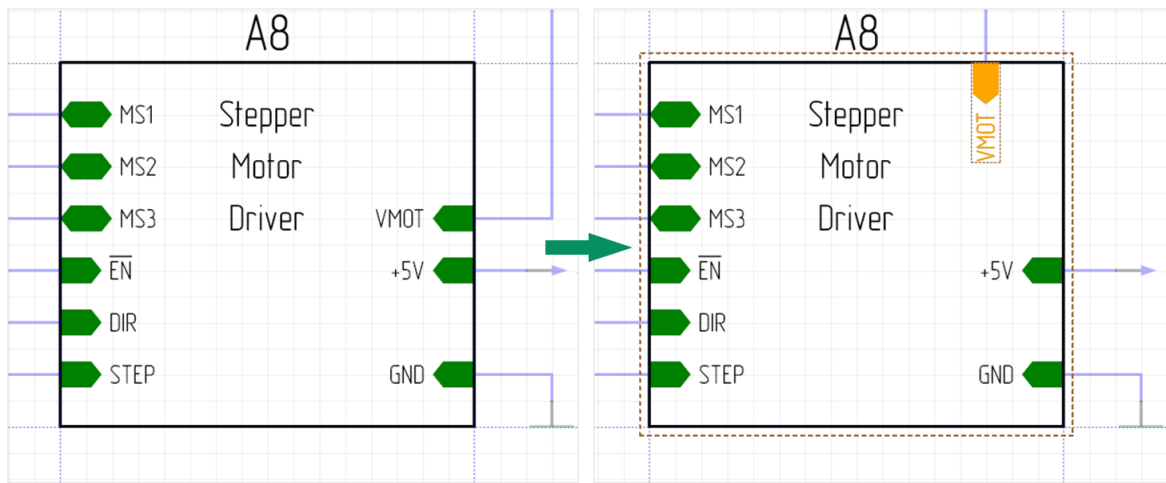

Рис. 290 Перемещение блочного порта
1. Изменение расположения блочных портов (перемещение их по границам УГО), при этом уже проложенные к выводу проводники, не будут прерваны, см. Рис. 290.